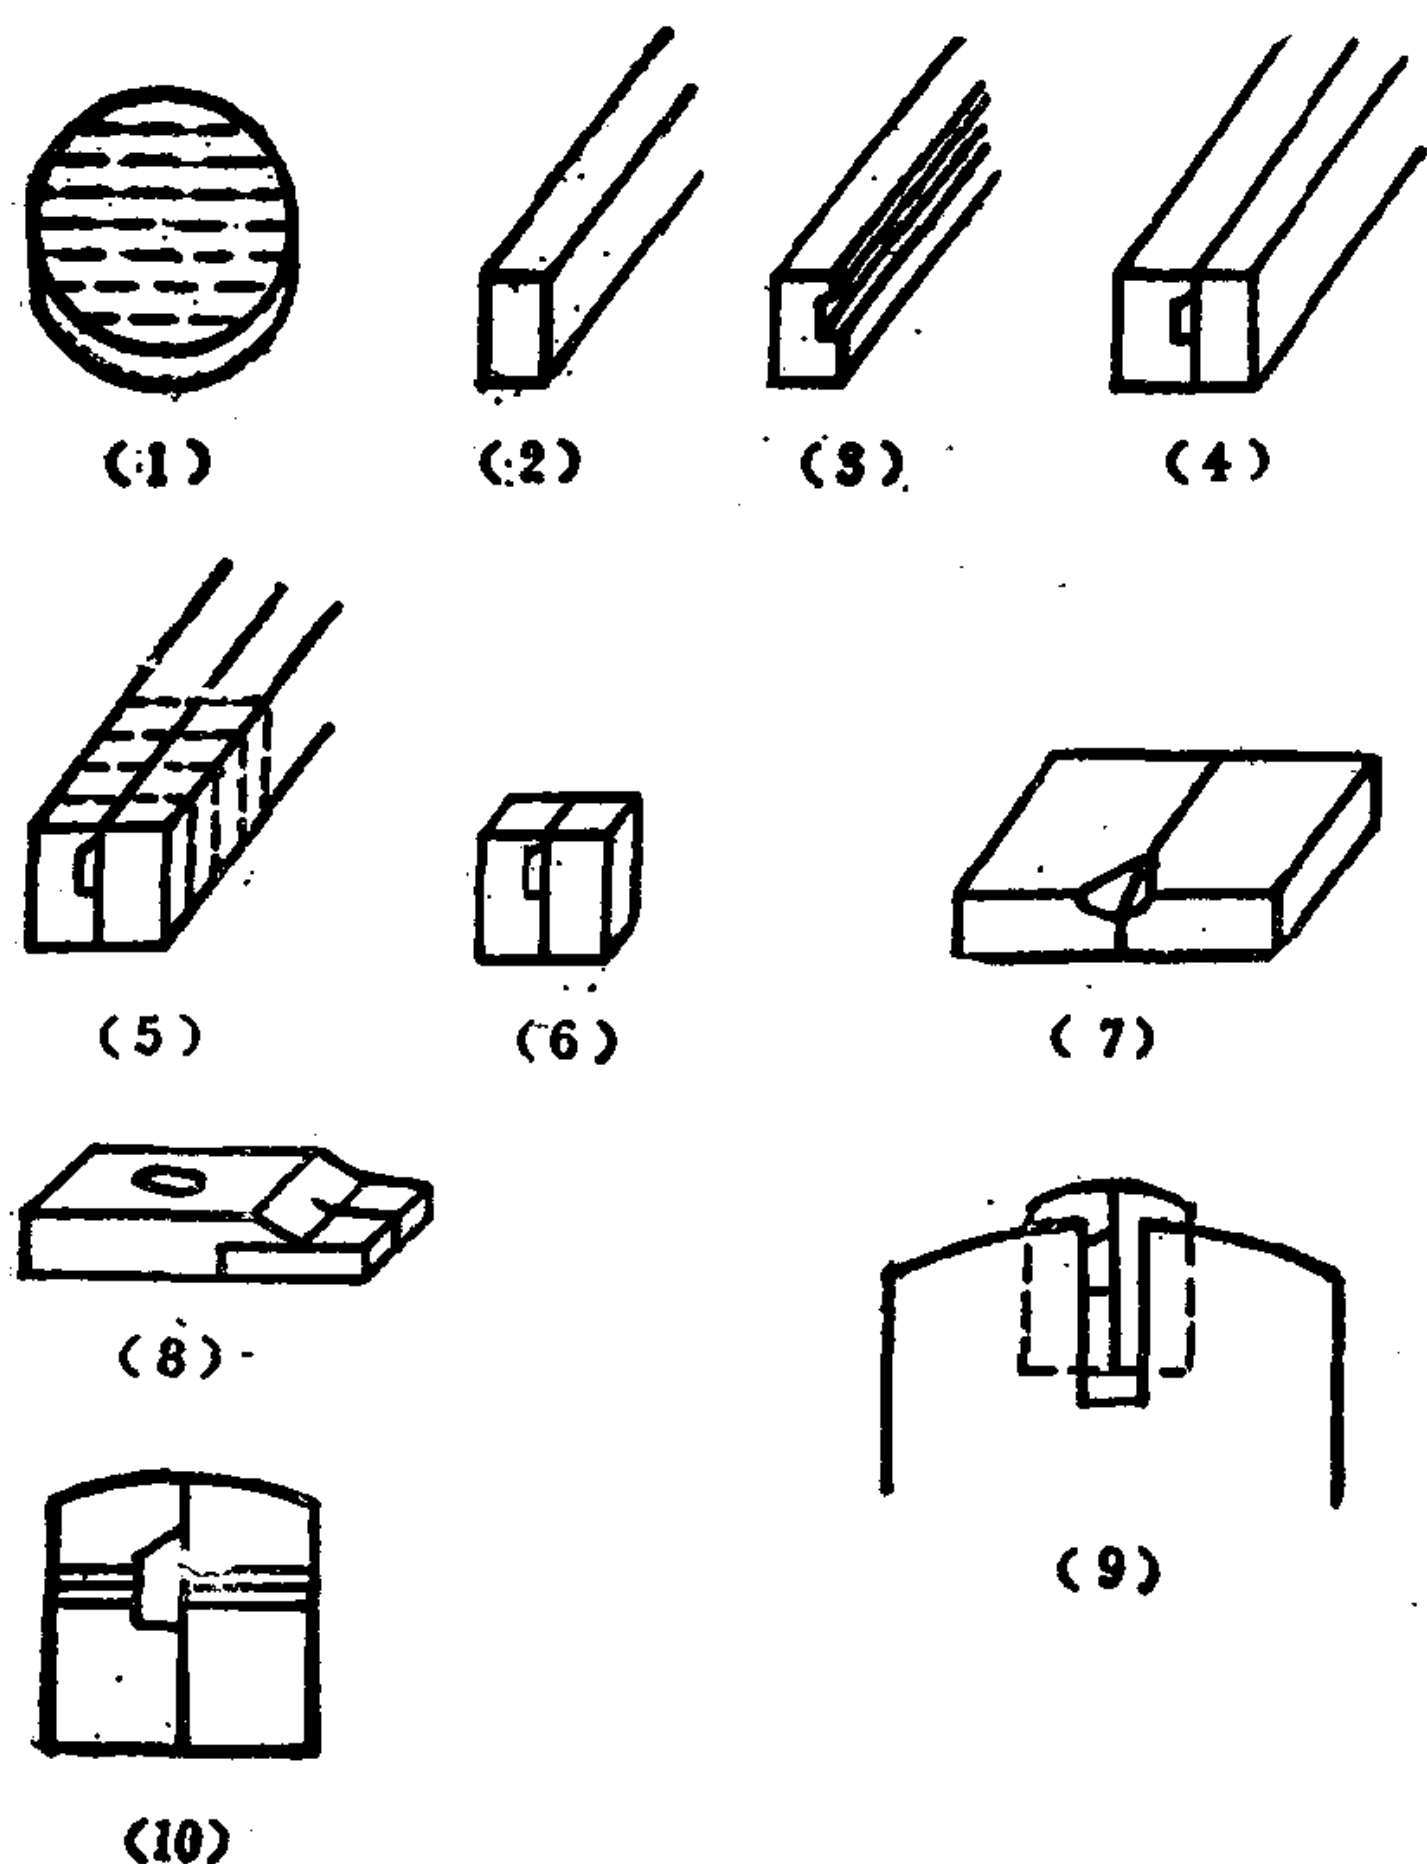
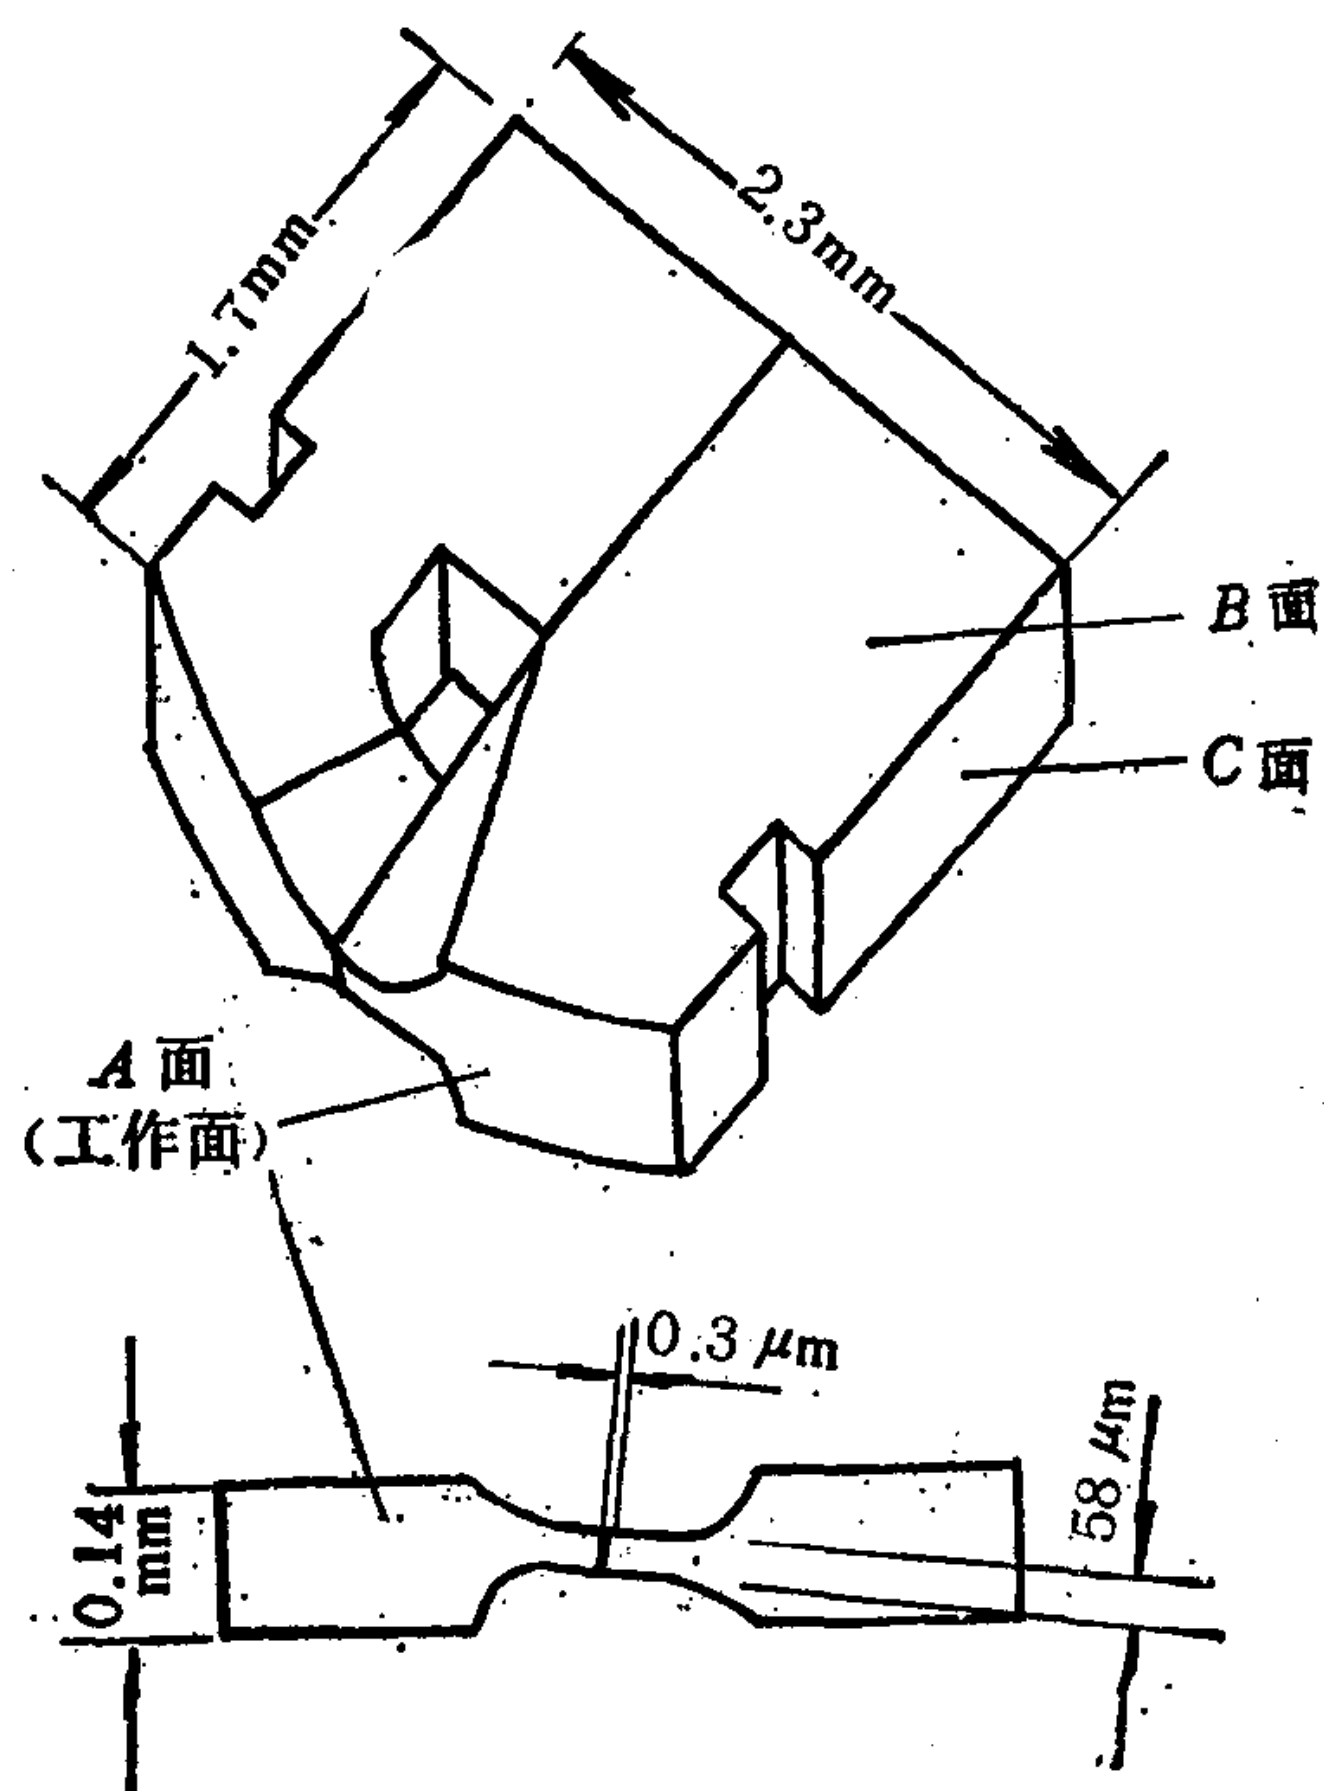

图1-18 铁氧体磁头的加工工艺流程
图1-19 磁头的形状和尺寸
- (1) 确定方向进行切割 要正确选取结晶面： A 面(工作面)耐磨性好， B 面容易磁化； C 面加工变形小。可参见图1-18和图1-19。
其流程图如图1-18所示。加工成形的磁头形状(不附基板)和尺寸如图1-19所示。